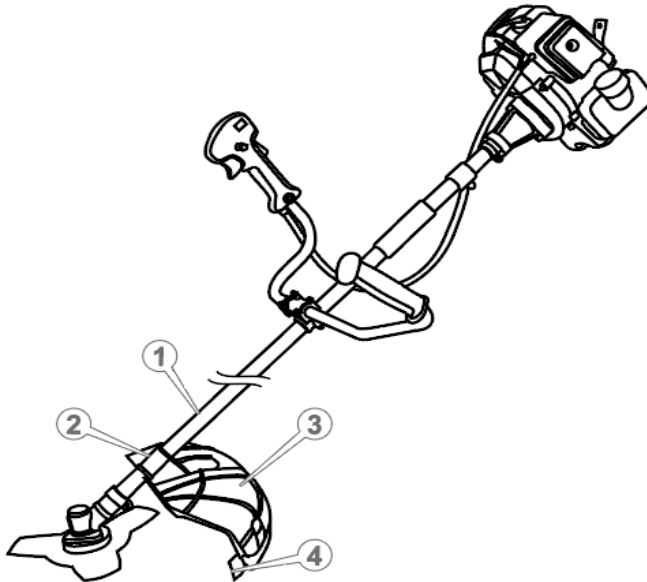

Рисунок 6. Схема встановлення захисного кожуха.
- встановити ніж (4, рис. 6) для обрізання жилки на захисний кожух (3, рис. 6) і надійно закрутити за допомогою фіксуючих кріплень;
- встановити захисний кожух (3, рис. 6) на штангу за допомогою комплекту кріплень так, щоб позиціонуючий отвір скоби (2, рис. 6) поєднався із відповідним отвором штанги (1, рис. 6), та зафіксувати гвинтами з комплекту. Переконайтеся в надійності кріплення захисного кожуха — прокручування не допускаються.